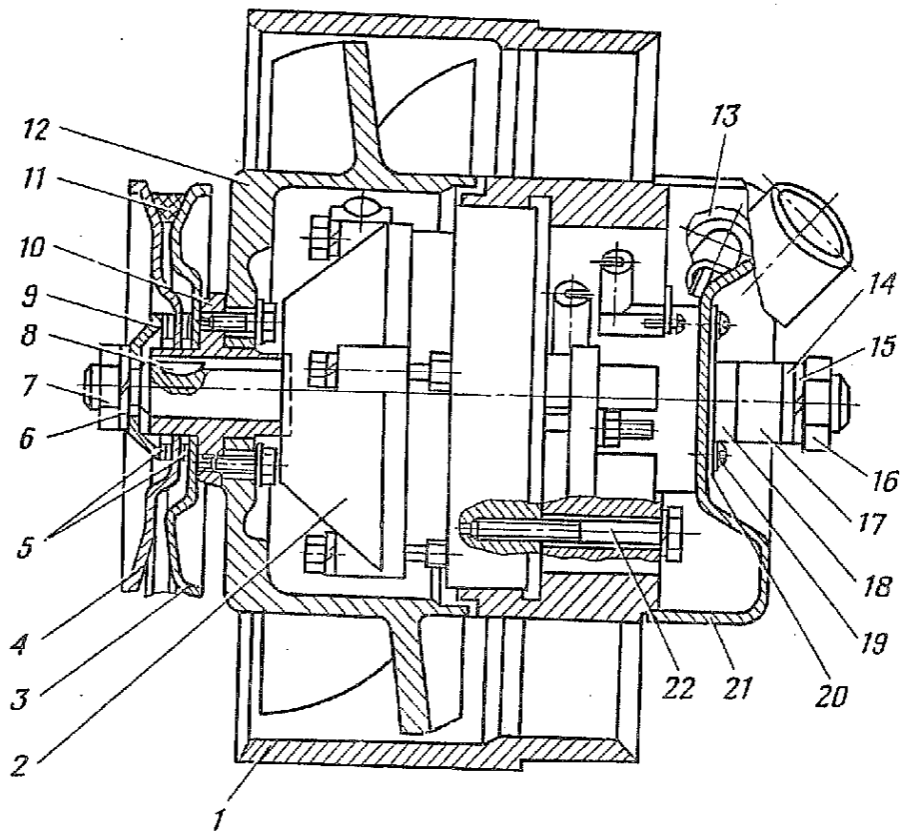

Рис. 87. Вентилятор с генератором в сборе:
1.6. Отвернуть гайку 7 (рис. 87), снять пружинную шайбу 6, нажимной колпачок 9, регулировочные шайбы 5, заднюю половину 4 шкива вентилятора, ремень 11 и переднюю половину 3 шкива вентилятора (ключ 24).
1.9. Отвернуть гайку 16 (рис. 87), снять пружинную шайбу 15, шайбу 14 и втулки 17 и 18 (ключ 24).
2.2. Установить генератор 2 (рис. 87) в направляющий аппарат 1 вентилятора и закрепить болтами 22 со стопорными шайбами (ключ 10).
2.6. Установить на вал генератора со стороны привода колесо 12 (рис. 87) вентилятора в сборе со ступицей 10, переднюю половину 3 шкива вентилятора, регулировочные шайбы 5, заднюю половину 4 шкива вентилятора, ремень 11, нажимной колпачок 9 шкива вентилятора и закрепить гайкой 7 с пружинной шайбой 6. Гайку не затягивать.